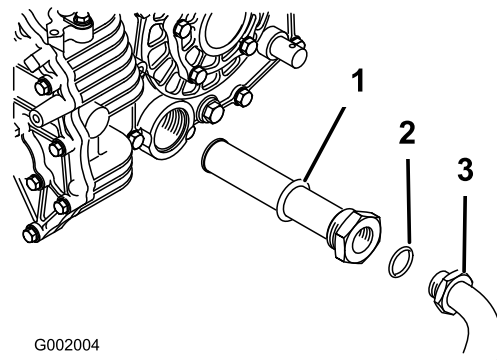

Figure 63
5. Déposez le flexible hydraulique et le raccord à 90° (Figure 63).